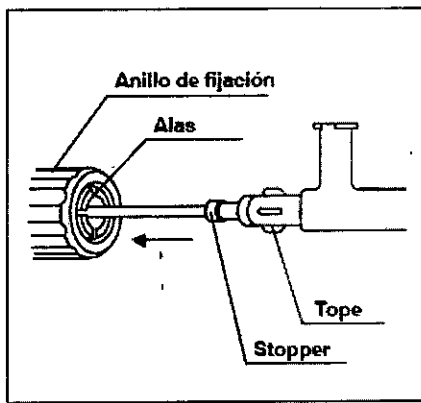

Figura 3.3
8. Haga coincidir los anclajes del instrumento con las cuatro muescas que se encuentran dentro del anillo de sujeción. Seguidamente encaje usted el tope en el anillo de sujeción. (Véase Figura 3.3)